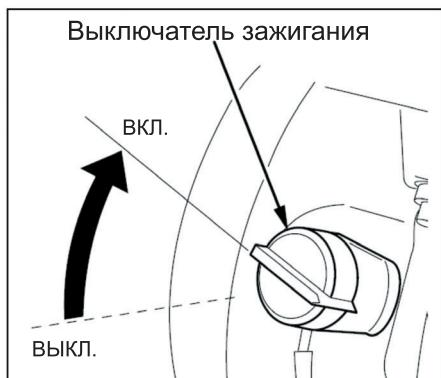

Рис. 22
3. Переведите выключатель зажигания (рис. 22) в положение **ON (ВКЛЮЧЕНО)**.